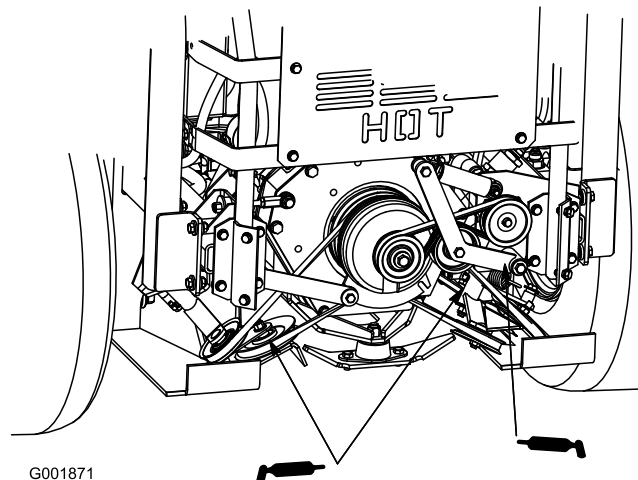

Figura 40
1. Engrase el brazo tensor de la correa del ventilador de refrigeración (Figura 40).
2. Engrase los brazos tensores de la correa de transmisión (Figura 40).